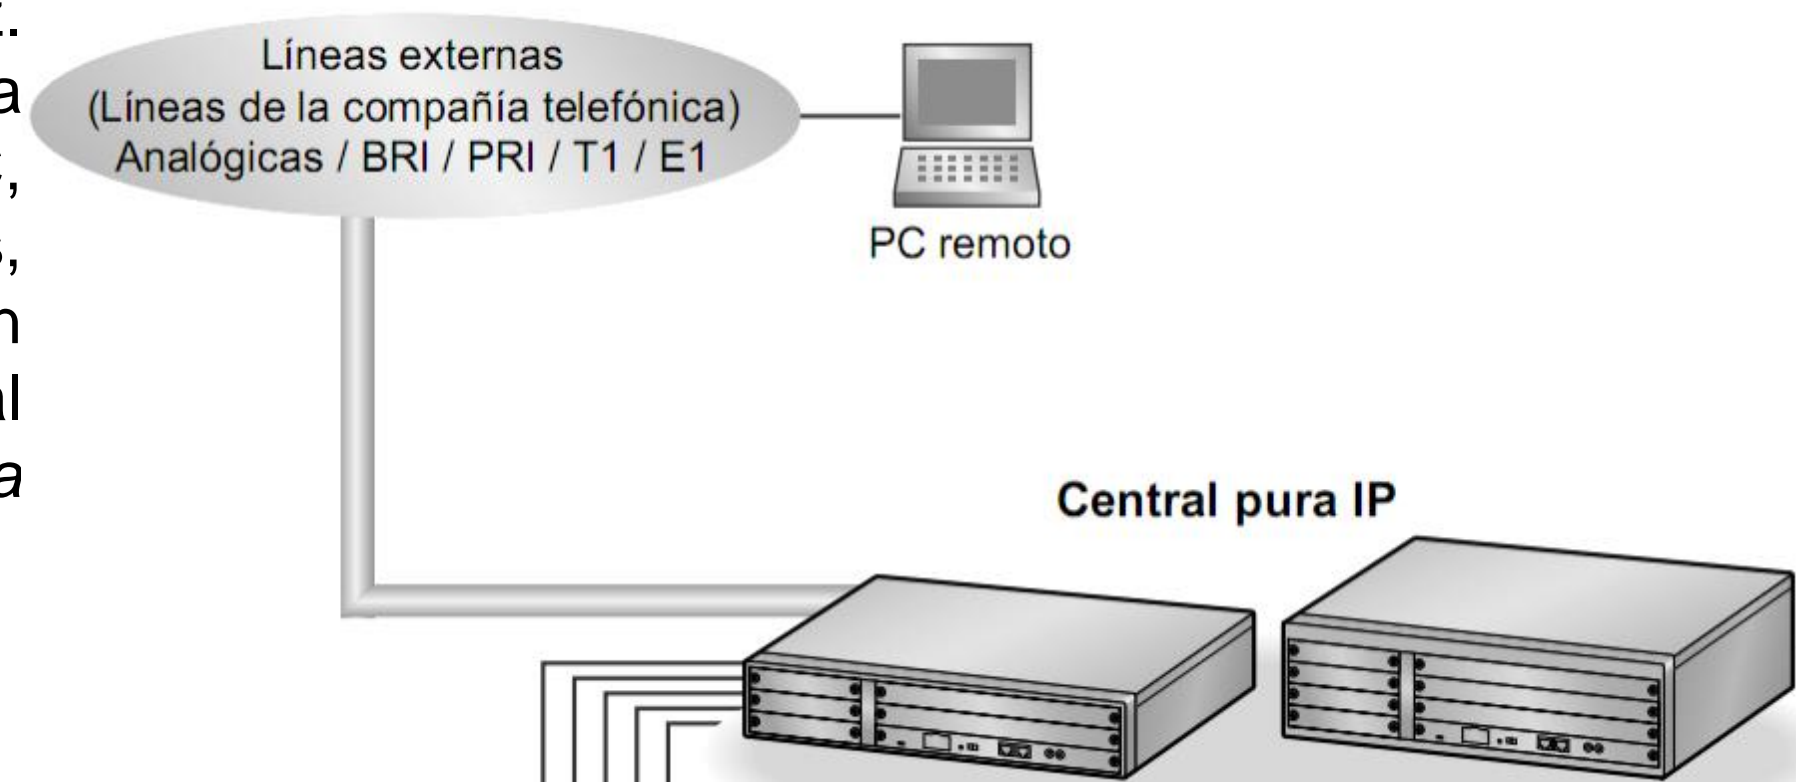

Figura 4. Tipos de enlaces entre el sistema telefónico y una central telefónica pública.
- Este sistema telefónico puede tener conexión con diferentes redes. Cada conexión está sujeta a un tipo de interfaz. Para el caso de la conexión con una oficina central que pertenece a la RTPC, solamente tenemos 4 posibles enlaces, con características propias, con un nombre que generalmente corresponde al nombre del enlace. *Ver el diagrama de la Figura 4.*